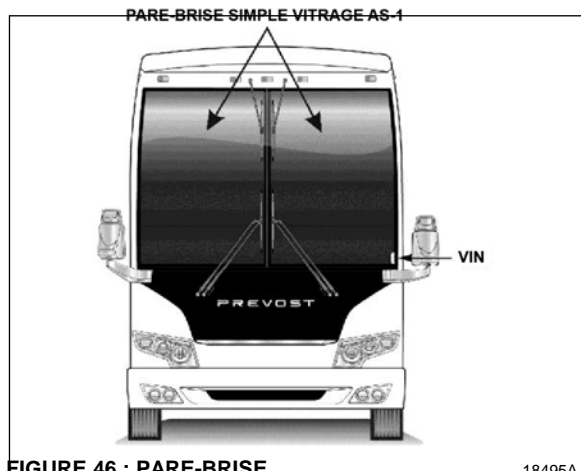

FIGURE 46 : PARE-BRISE
6. S'assurer que les deux loquets sont en position fermée (verrouillée). Le bord supérieur de l'ouverture du loquet et le bord supérieur de l'ouverture du châssis doivent être alignés (figure 46).
Sauf indication contraire, les panneaux de carrosserie et les portes doivent être alignés et centrés sur les panneaux qui les entourent. En général, un intervalle de ¼ po (6 mm) entre les panneaux doit être respecté. Voir la figure 46 pour connaître les intervalles précis.